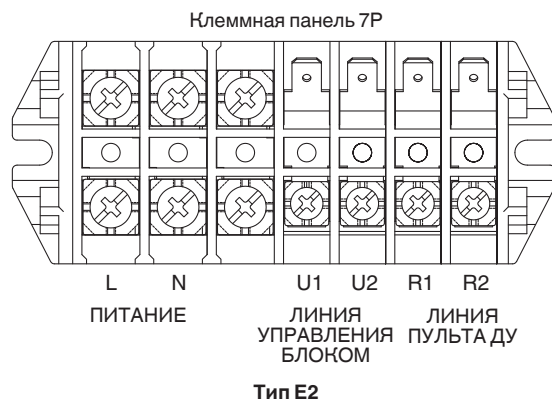

Рис. 4-2
- (1) См. Раздел 4-2. «Рекомендуемая длина и диаметр проводки для системы питания» для получения пояснений размеров “В”, “С”, “D” и “E” на приведенной выше схеме.
- (2) На принципиальной схеме соединений внутреннего блока показаны клеммные панели, однако клеммные панели вашего оборудования могут отличаться от данной схемы. (Рис. 4-2)
- (3) Перед включением питания необходимо установить адрес цепи хладагента (R.C.).
- (4) Что касается установки адреса пульта дистанционного управления, см. инструкции по установке, прилагаемые к пульту дистанционного управления (дополнительное оборудование). Установка адреса может автоматически выполняться пультом дистанционного управления. См. инструкции по установке, прилагаемые к пульту дистанционного управления (дополнительное оборудование).